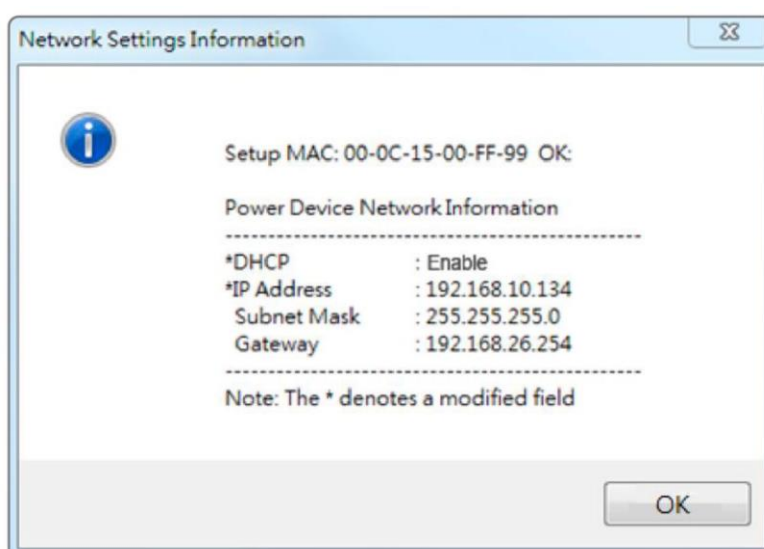

Рис. 4. Сообщение об успешной настройке IP-адреса.
8. Если IP-адрес изменен успешно, отобразится сообщение, подтверждающее приемлемость настройки IP-адреса, показанное на рис. 4.